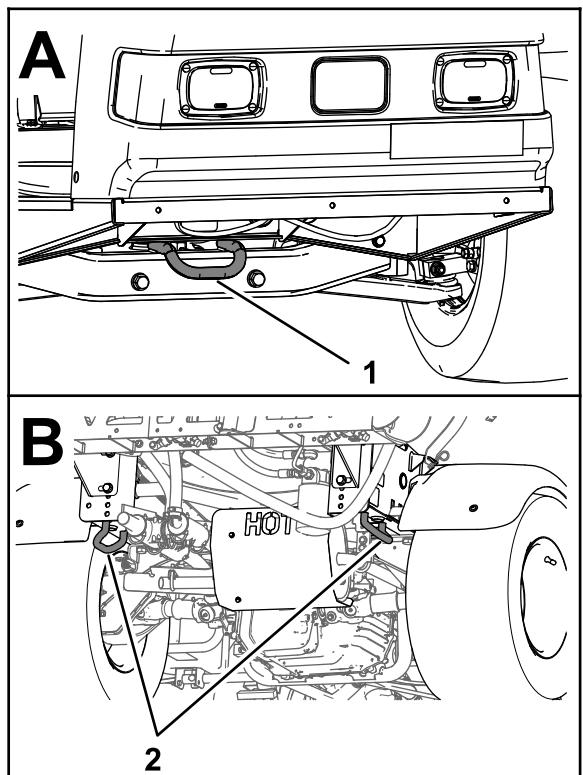

Рисунок 22
- Используйте скобу крепления в передней части рамы; см. Рисунок 22А.
- Используйте 2 скобы крепления в задней части рамы; см. Рисунок 22В.